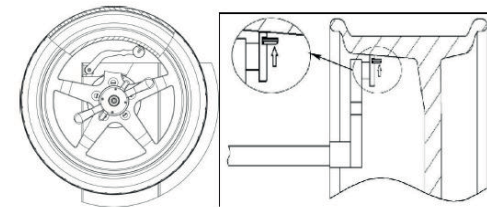

Abb. 21
- Machen Sie ein Gewicht los und kleben Sie es auf die Felge (Abb. 21).